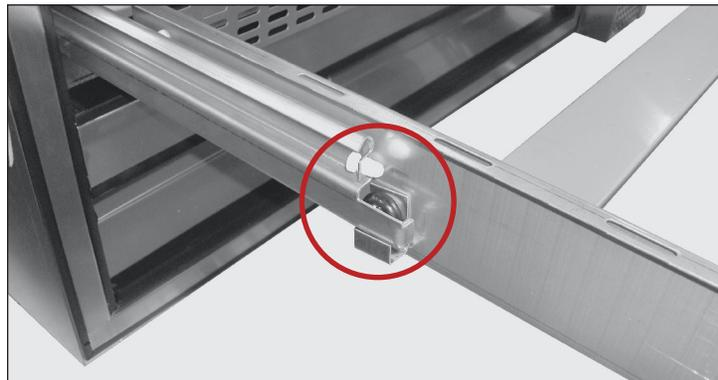

Figure 1. Emplacement de l'agrafe de roulette.
3. Faites pivoter les agrafes de roulette en position basse. Voir les figures 1 et 2.